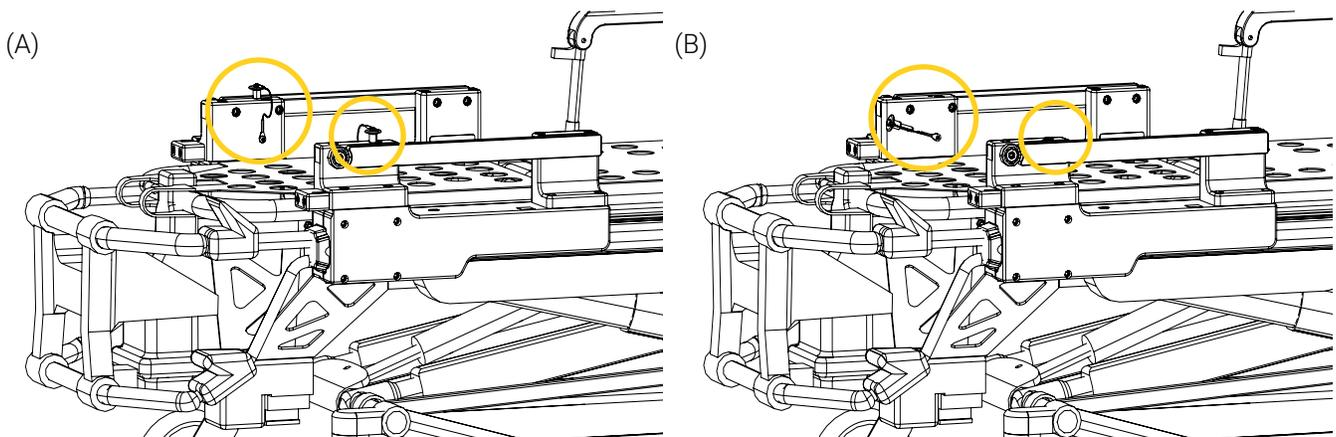

Figure 40: Retrait des goupilles de verrouillage
7. Retirer les goupilles de verrouillage des Blocs d'ancrage de rail XTPA-PPXT des deux côtés de la civière (Figure 40), au besoin.